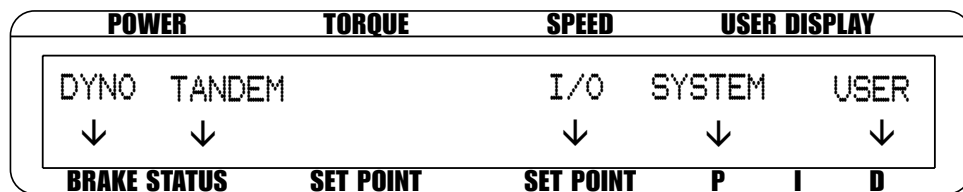

Bild 3-21 Menü für Tandemkonfigurationen
- 5.b. Bei Einsatz einer Magnetpulverbremse auf die SHIFT-Taste drücken. Die Anzeige entspricht dem *Bild 3-14 TSC2-Setupmenü für Magnetpulverbremsen*. Auf die TORQUE UNITS-Taste drücken und das TSC1-Maximaldrehmoment mittels der Tasten ◀ und ▶ und des Inkremental-/Dekrementaldrehknopfes einstellen. Durch zweimaliges Drücken auf die SHIFT-Taste wieder zum Hauptmenü zurückkehren. *Siehe Bild 3-21 Menü für Tandemkonfigurationen.*
- 5.a. Bei Einsatz einer Wirbelstrombremse auf die SHIFT-Taste drücken. Die Anzeige entspricht dem *Bild 3-13 TSC2-Setupmenü für Wirbelstrombremsen*. Auf die TORQUE UNITS-Taste drücken und das TSC1-Maximaldrehmoment mittels der Tasten ◀ und ▶ und des Inkremental-/Dekrementaldrehknopfes einstellen. Auf die SCALE P-Taste drücken und die gewünschte Nenndrehzahl mittels der Tasten ◀ und ▶ und des Inkremental-/Dekrementaldrehknopfes einstellen. Durch zweimaliges Drücken auf die SHIFT-Taste wieder zum Hauptmenü zurückkehren. Siehe *Bild 3-21 Menü für Tandemkonfigurationen*.
- 5.b. Bei Einsatz einer Magnetpulverbremse auf die SHIFT-Taste drücken. Die Anzeige entspricht dem *Bild 3-14 TSC2-Setupmenü für Magnetpulverbremsen*. Auf die TORQUE UNITS-Taste drücken und das TSC1-Maximaldrehmoment mittels der Tasten ◀ und ▶ und des Inkremental-/Dekrementaldrehknopfes einstellen. Durch zweimaliges Drücken auf die SHIFT-Taste wieder zum Hauptmenü zurückkehren. Siehe *Bild 3-21 Menü für Tandemkonfigurationen*.